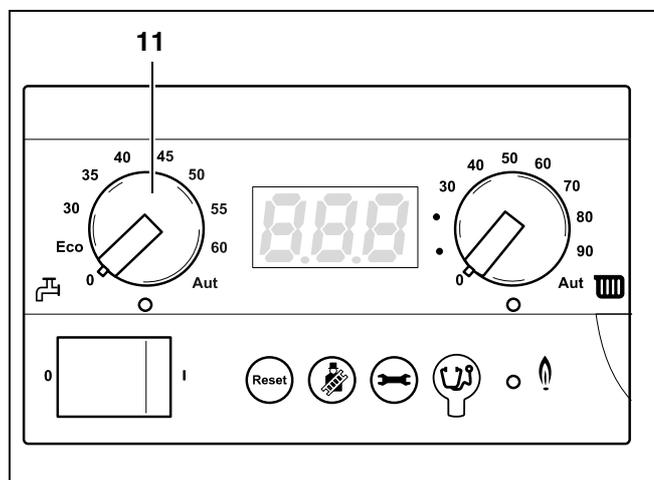

Abb. 7 Basiscontroller BC10
- Die gewünschte Warmwassertemperatur mit dem Drehknopf für „Warmwasser-Sollwert“ (Abb. 7, **Pos. 11**) gemäß Tab. 3 bzw. Tab. 4 einstellen.